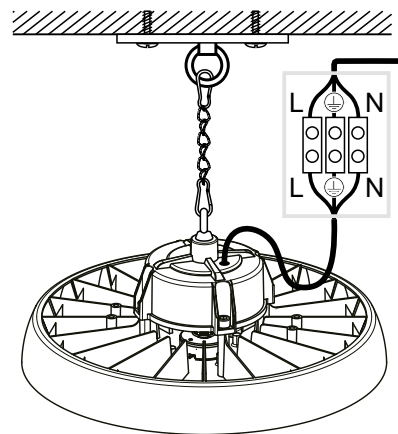

Abb. 5: Anschlussleitung gemäß Anschlussdiagramm anschließen
3. Die Anschlussleitung gem. Anschluss-Diagramm (Abb. 5) mit dem vorher freigeschalteten 230-V-Netz verbinden, dabei die anerkannten Regeln der Elektrotechnik und die entsprechenden Richtlinien der VDE 0100 beachten!